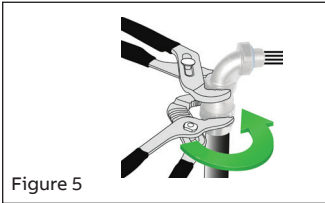
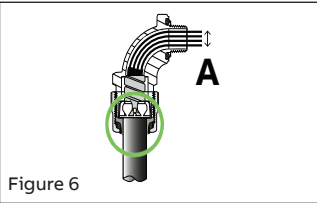

Figure 5
Figure 6
5. Tighten the gland nut (Figure 5) until the bushing and collar ring seal evenly around the cable's outer jacket and flush with the glandnut face (Figure 6). Ensure the cable remains centered to obtain an optimal seal.
- Serrer l'écrou presse-étoupe jusqu'à ce que le joint soit scellé de manière appropriée ou selon le couple de serrage maximum tel qu'indiqué dans le tableau (Figure 5). La garniture et l'anneau de blocage doivent couvrir de manière uniforme la gaine extérieure du câble et être au niveau de la face du presse-étoupe (Figure 6). Bien s'assurer que le câble demeure centré afin d'obtenir une étanchéité optimale.